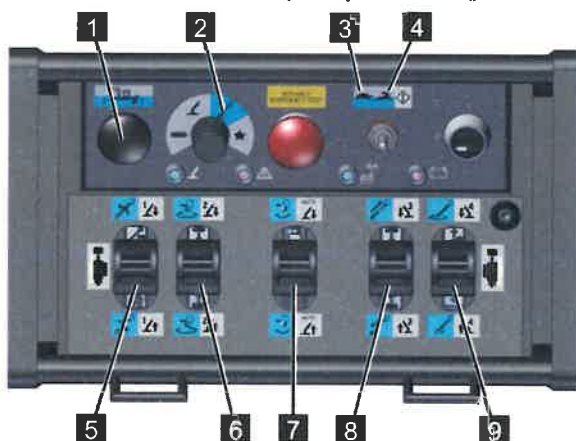

Abb. 152
5. Den Funktionswahlschalter an der Funksteuerung auf *[Bühnenfunktion]* (blau) (Abb.152/2) stellen.
6. Mit dem Betriebswahlschalter an der Funksteuerung die Geschwindigkeit *[Kriechgang]* (Abb.152/3) oder *[Eilgang]* (Abb.152/4) wählen.
7. In bestimmten Bereichen ist es erforderlich den Kollisionstaster zu betätigen. Hierzu muss der Kollisionstaster (Abb.152/1) gleichzeitig mit dem gewünschten Steuerhebel gedrückt werden.
8. Bühne mit den Steuerhebeln (Abb.152/5,6,7,8 und 9) gemäß nachfolgender Tabelle bedienen.